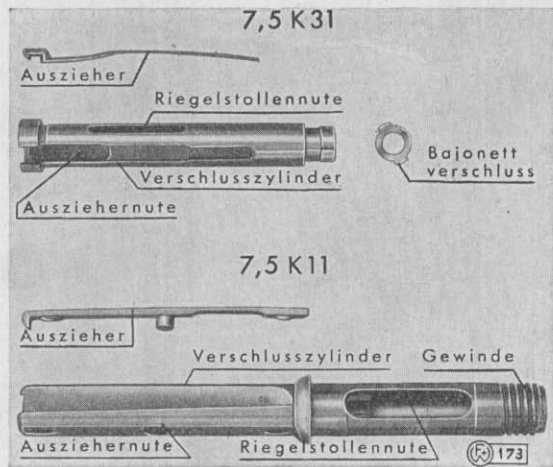

Fig. 8
12. Der **Verschluss** (Fig. 8—12) schliesst den Lauf und das Verschlussgehäuse nach rückwärts ab. Er bewirkt die Zuführung und Entzündung der Patrone, sowie das Ausziehen der Hülse. Die Bestandteile des Verschlusses sind:
- Zylinder mit Auszieher** (Fig. 8),
Der **Auszieher** (Fig. 8) ist gefedert, fasst mit dem Haken in die Rille der Patronenhülse und zieht diese beim Öffnen des Verschlusses aus dem Patronenlager.